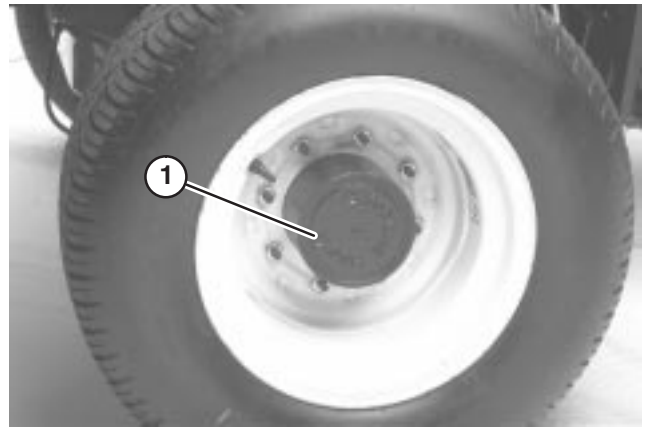

Figure 64
1. Placez la machine sur une surface plane et horizontale et tournez la roue de sorte que le bouchon de contrôle/vidange se trouve à la position la plus basse (Fig. 64).